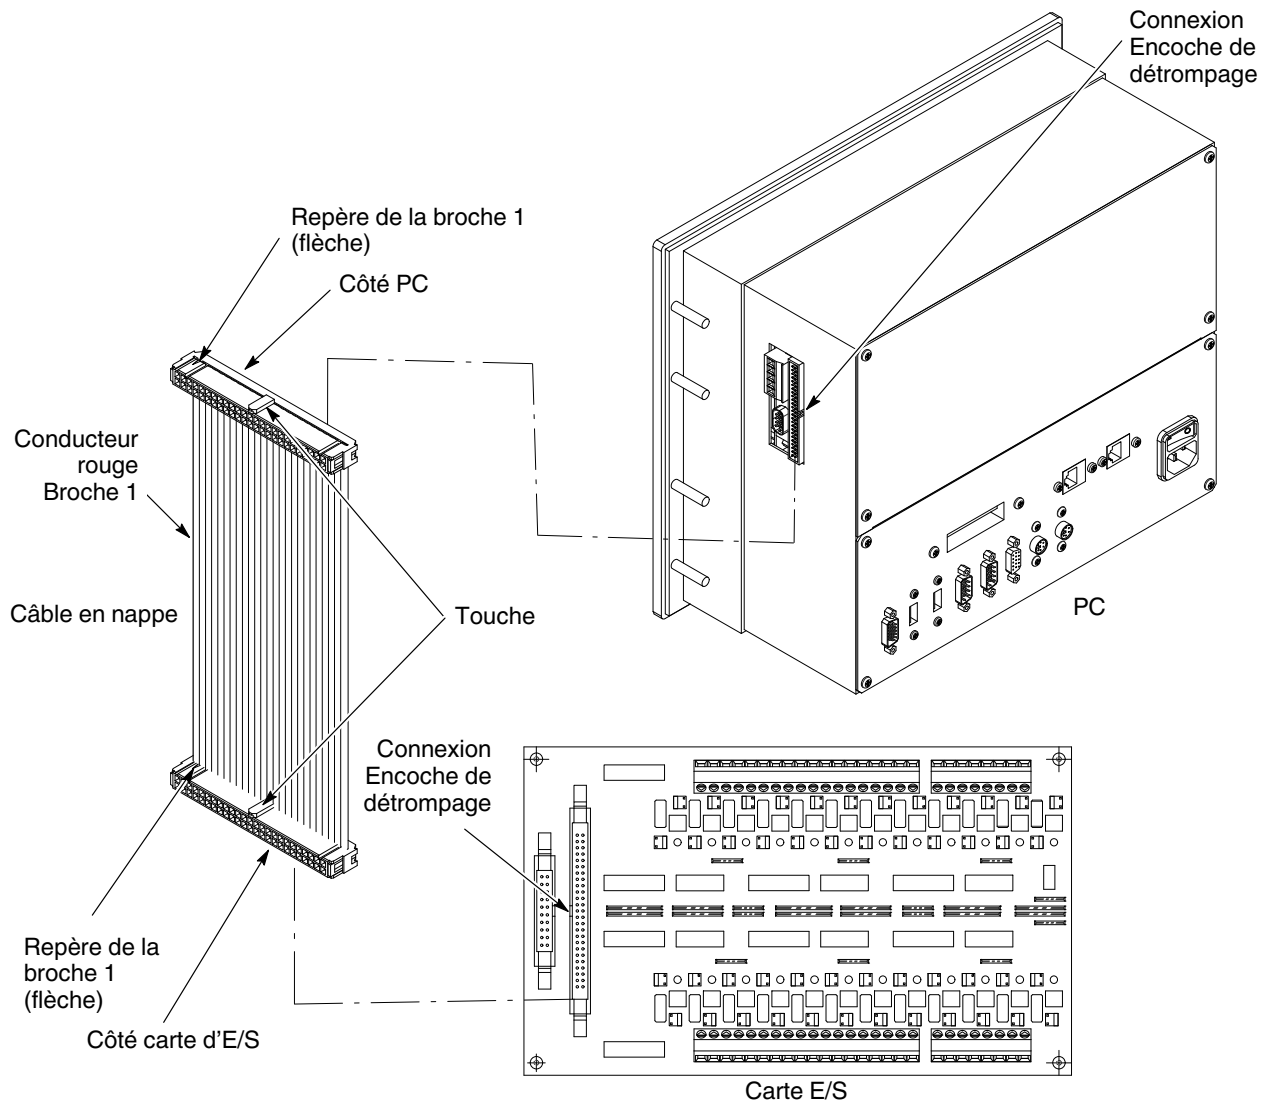

Figure 5-2 Connexions d'un câble en nappe du PC à la carte d'E/S
3. Voir la figure 5-2. Un câble en nappe neuf est fourni avec le PC. L'utiliser pour raccorder le PC au module d'entrée logique.